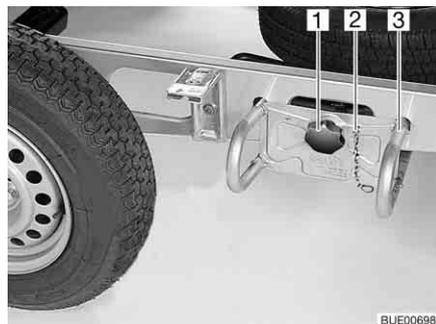

Fig. 228 Etrier de roue de secours
- Décrocher la chaîne de sécurité (Fig. 228,2).
- Desserrer et dévisser la poignée-étoile (Fig. 228,1).
- Sortir l'étrier de roue de secours (Fig. 228,3) d'environ 10 cm et le poser sur le sol.